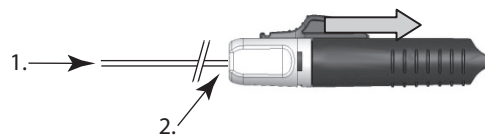

Figura 5
- Nota** - Se lo si preferisce, il dispositivo I.D. (Instant Detacher) può essere rimosso anche al termine della spinta. In tal caso, tenere il cursore con il pollice nella posizione più arretrata e poi togliere il dispositivo I.D. (v. figura 5).